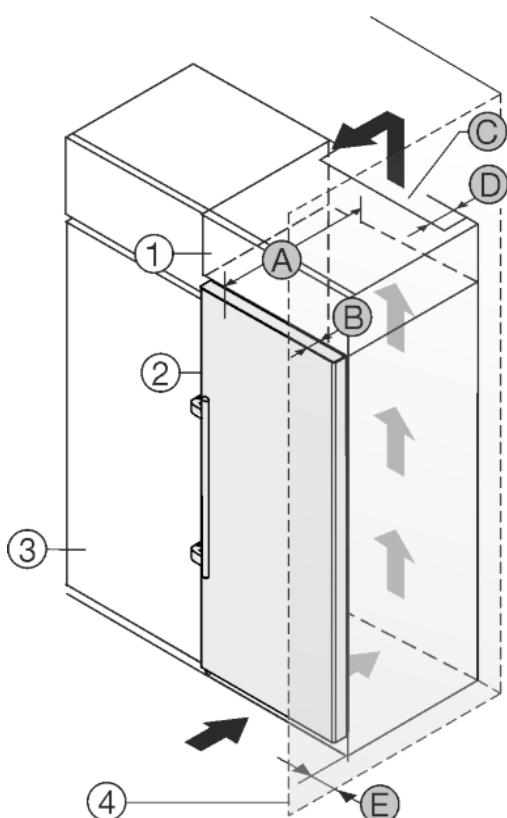

Fig. 24
Устройство может быть окружено кухонными шкафами. Чтобы уравнять устройство Fig. 24 (2) по высоте с кухонной стенкой, можно установить над устройством дополнительный шкафчик Fig. 24 (1).
Установить устройство можно непосредственно рядом с кухонным шкафом Fig. 24 (3). Чтобы можно было полностью открыть двери, устройство должно выступать на глубину Fig. 24 (B) относительно передней стенки кухонного шкафа. В зависимости от глубины кухонных шкафов и использования пристенных распорок устройство может выступать больше.
- На задней стенке дополнительного шкафчика должен быть вентиляционный канал с глубиной Fig. 24 (D) по всей ширине этого шкафа.
- Нужно соблюдать вентиляционное отверстие Fig. 24 (C) под нижней панелью.
Если устройство установлено на шарнирах у стены Fig. 24 (4), то нужно соблюдать расстояние Fig. 24 (E) между устройством и стеной. Настолько выступает ручка при открытой дверце.